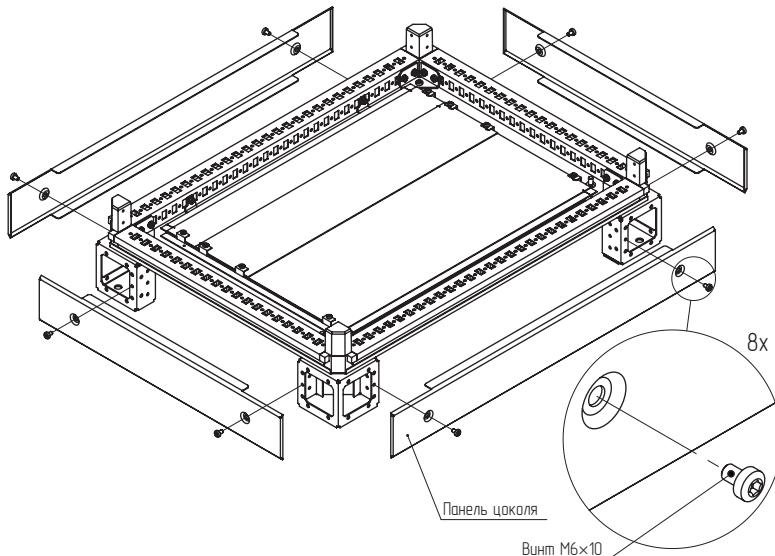

Рисунок 5
4.1.4 Установить панели цоколя на углы цоколя и зафиксировать с помощью винтов M6×10 (Рисунок 5). Момент затяжки – 7 Н·м.